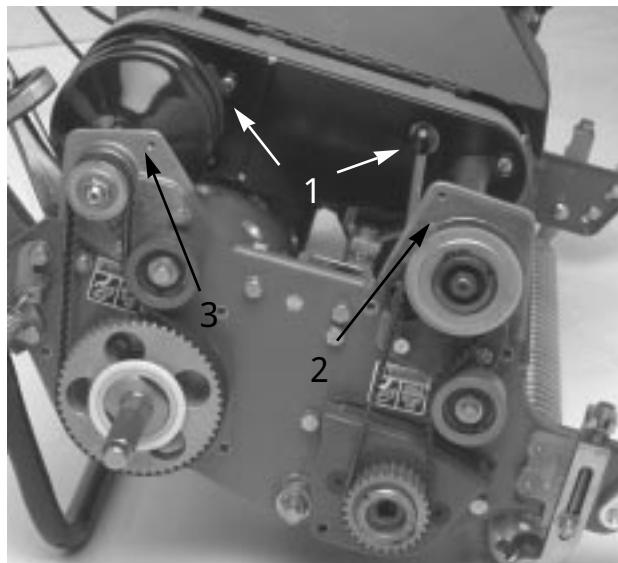

図41
4. デファレンシャル・カバーの前部分と後部分を外す（カバーをハウジングに固定しているキャップスクリュを取りてカバーを開く；図41）。
6. 前クラッチ・ハウジング（図41）をサイド・プレートに固定しているキャップスクリュとロックナット（各2）を取る。
8. 右後ベアリング・ハウジング（図41）をサイド・プレートに固定しているキャップスクリュ（各2）を取る。